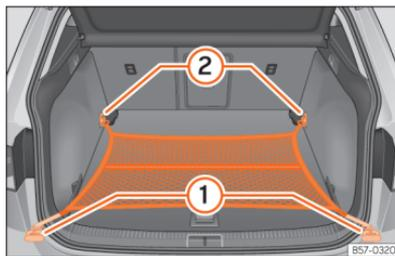

Fig. 174 Na bagageira: saco de rede fixado rente ao piso.
- Fixe os ganchos da rede nas argolas de fixação »»» **Fig. 174** ① e ② »»» ⚠. O fecho de correr do saco deve ficar voltado para cima.